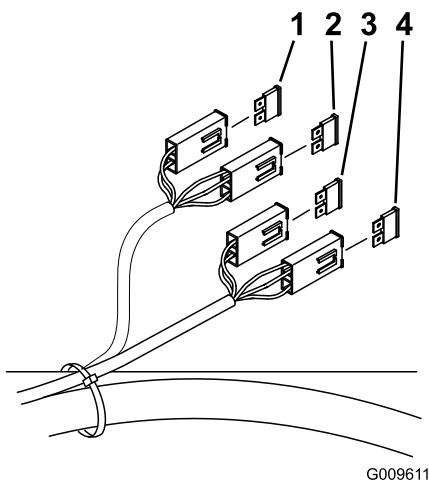

Figura 49
1. Desenganche el asiento y levántelo para tener acceso al portafusibles (Figura 49).
3. Instale un fusible nuevo (Figura 49).